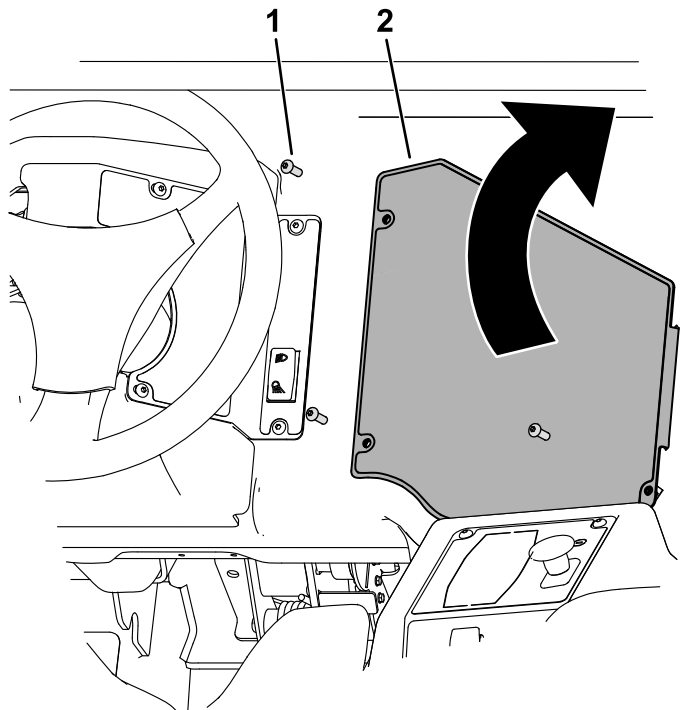

Figura 14
1. Rimuovete le 3 viti a testa tonda e ruotare il pannello di controllo a destra (Figura 14).